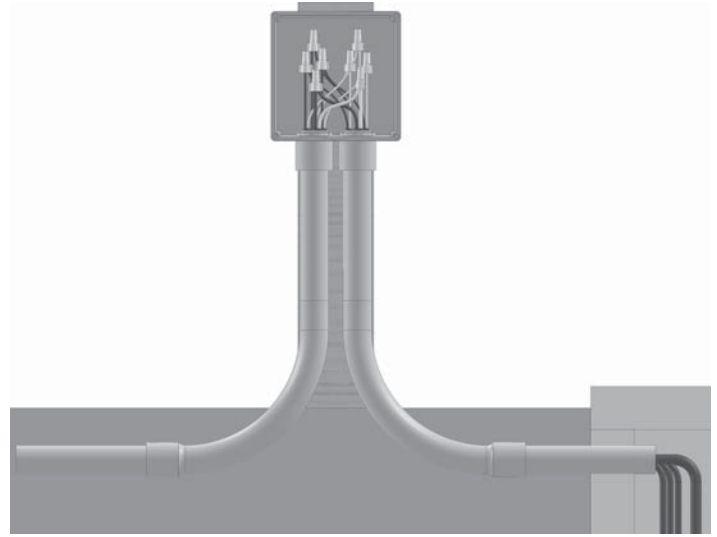

FIGURE 5
6. Déterminez le lieu d'installation de la boîte de jonction conformément aux exigences du code local. Voir la Figure 5. **Ne jamais installer** la boîte de jonction à l'intérieur du puits ou du bassin.